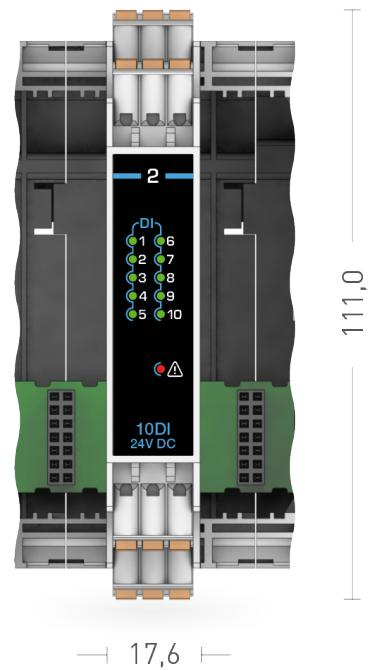
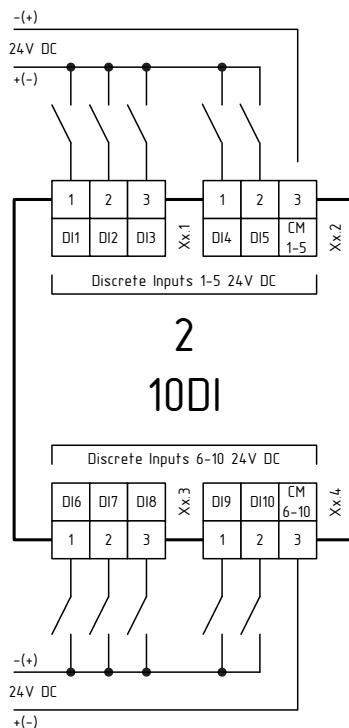

Рисунок 1.10 – Внешний вид модуля расширения MCU-2-10DI
Рисунок 1.11 – Схема подключения модуля расширения MCU-2-10DI
- Внешний вид и схема подключения приведены на рис. 1.10 и рис. 1.11.